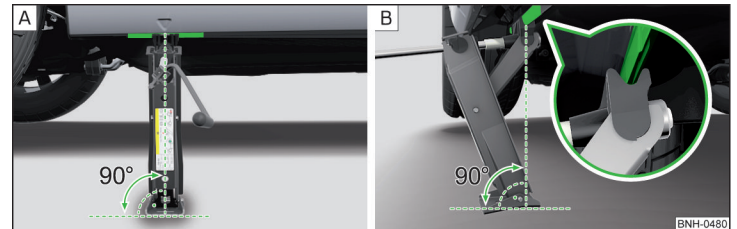

Abb. 143 Wagenheber ansetzen
- › Die Grundplatte des Wagenhebers mit ihrer gesamten Fläche auf einem geraden Untergrund abstützen und sicherstellen, dass sich der Heber in senkrechter Position zum Aufnahmepunkt befindet » Abb. 143 - **A**.
- › Den Wagenheber unter dem Aufnahmepunkt mit der Kurbel so weit hoch drehen, bis seine Klaue den Steg umfasst » Abb. 143 - **B**.